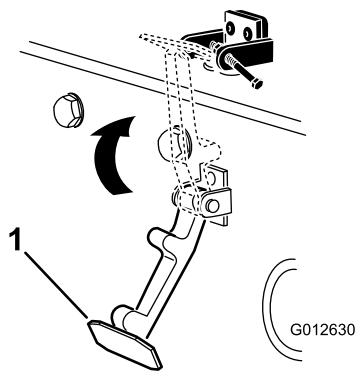

**Bild 5**
4. Fluchten Sie die Befestigungslöcher aus und positionieren Sie gleichzeitig die Halterung des CE-Riegels und des Motorhaubenriegels auf der Motorhaube (Bild 5).
6. Nieten Sie die Halterungen und Scheiben an die Haube (Bild 5).